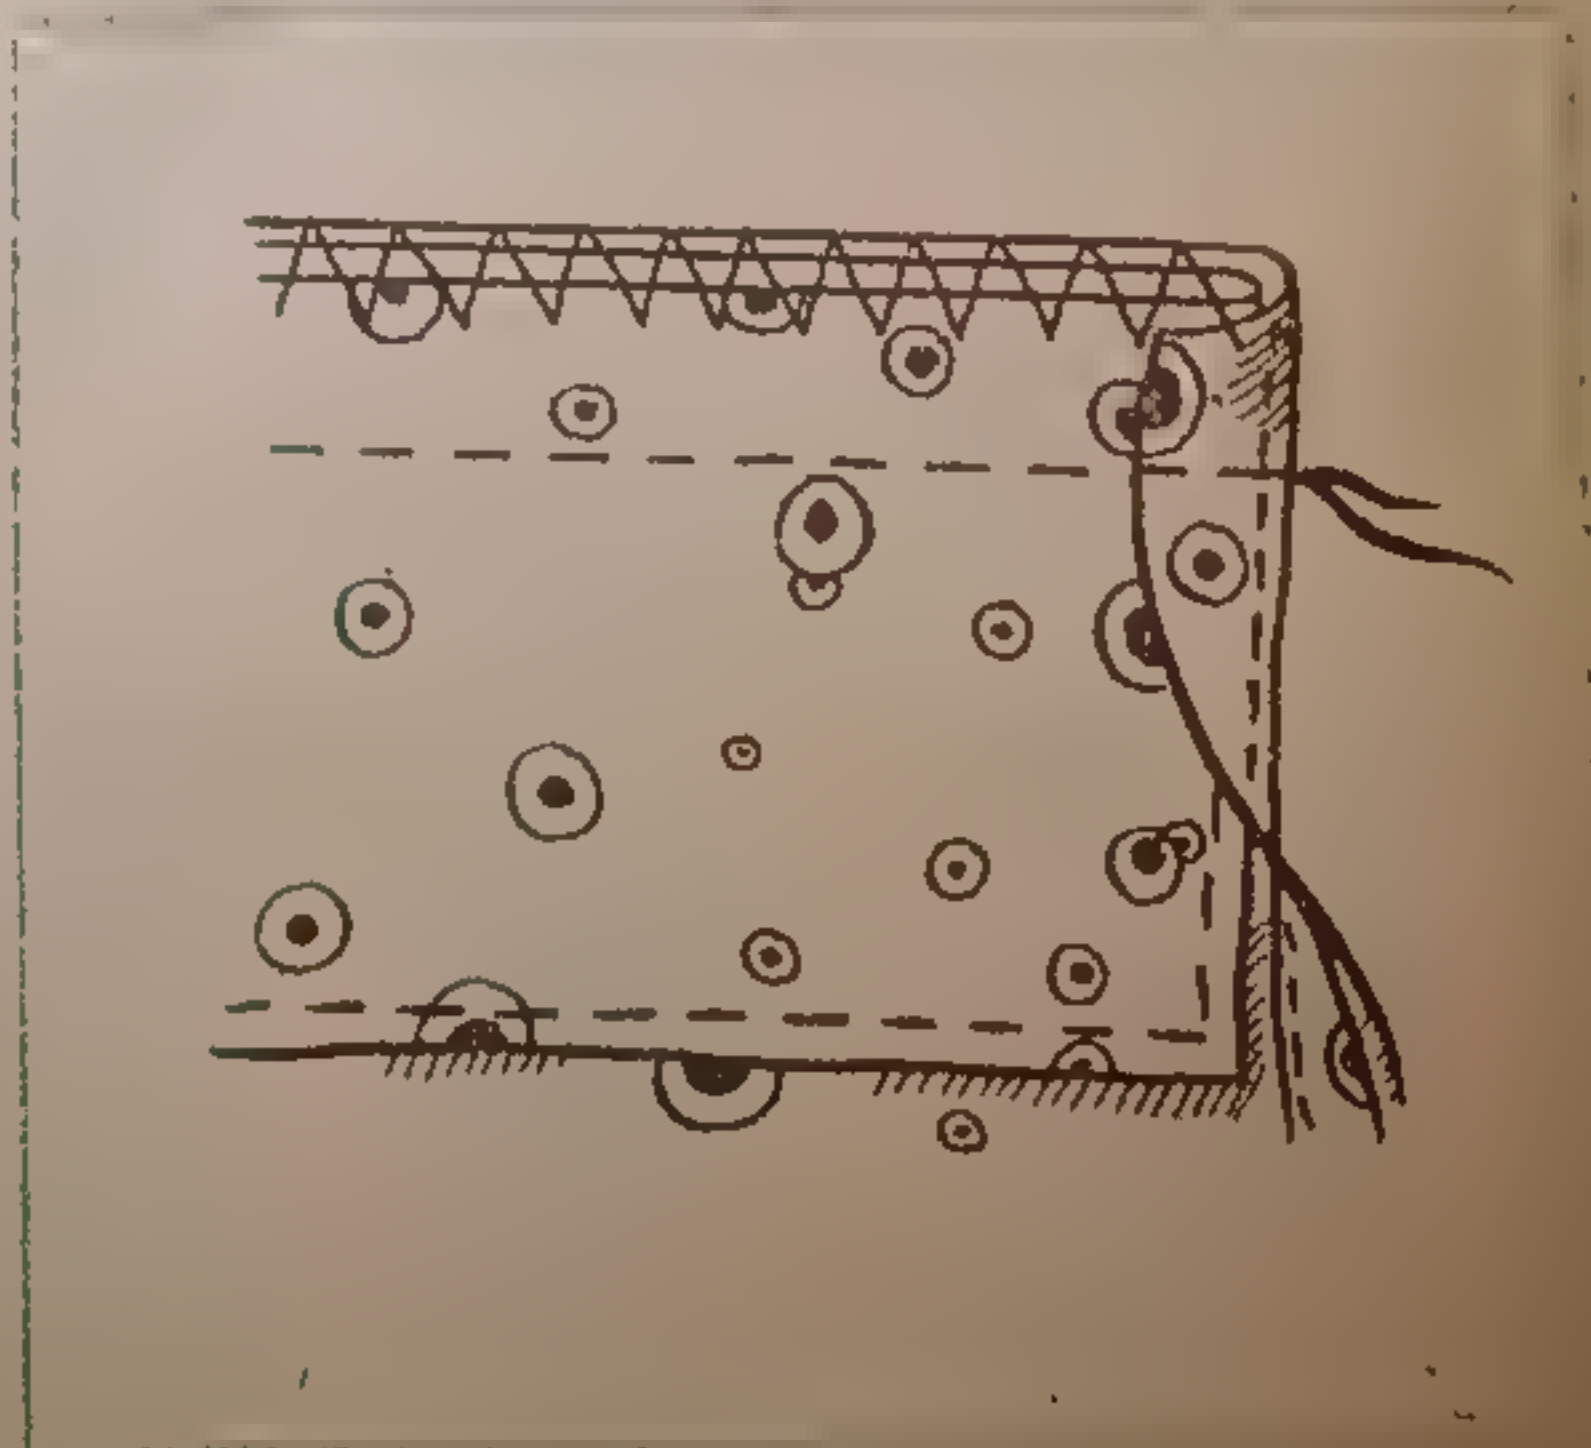

рис. 70.
- сложите манжету по сгибу лицевой стороной внутрь и стачайте боковые стороны от линии контура манжеты до сгиба с машинными закрепками (рис. 70);